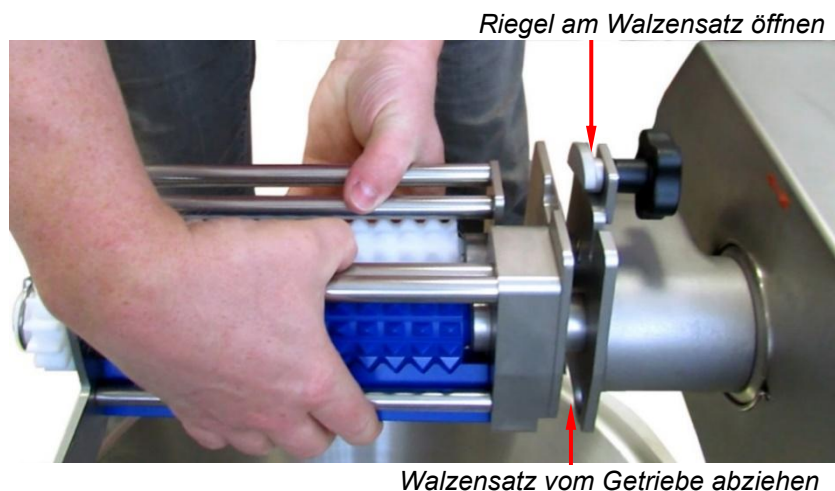

Abb. 130: Abziehen des Walzensatzes vom Ansteck-Getriebe
3. Riegel am Walzensatz mit der Sterngriffschraube öffnen (siehe Abb. 130)